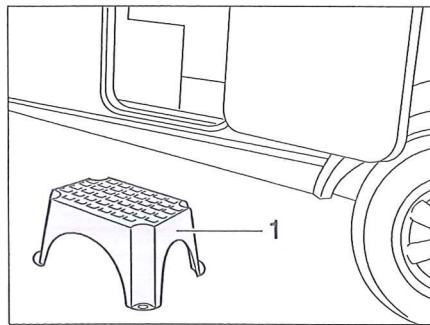

Bild 16 Fotsteg (fristående)
- Ställ fotsteget (Bild 16,1) framför ingången till husvagnen.